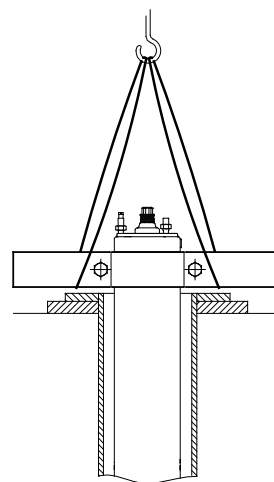

Fig. 20 Motore in posizione verticale
2. Collocare il motore in posizione verticale rispetto alla tenuta del pozzo. Vedi fig. 20.